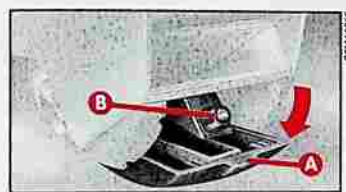
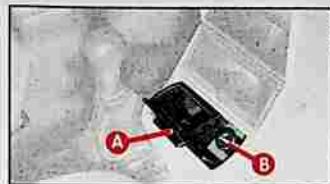

fig. 51
fig. 52
1) Ouvrir le couvercle A-fig. 51 et fig. 52 en appuyant dessus jusqu'au dé clic de blocage.